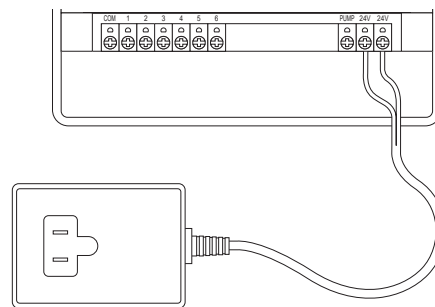

ABB. 17: Anschluß des Pumpenanlassers und des Hauptventils am Transformator
- Unter Umständen ist es zum Ein- oder Ausstecken des Kabels erforderlich, um die Anschlußstelle zu öffnen. Dazu drücken Sie einfach auf den Schalter oben an der Anschlußstelle [siehe Abbildung 17].